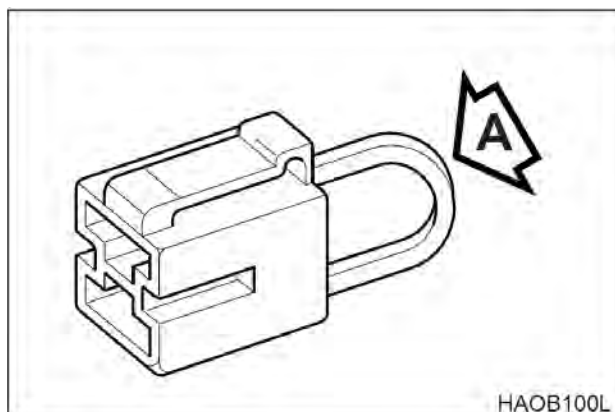

Рис. 82
Если двигатель не заводится, следует сначала убедиться, что стартер находится во включенном положении (ON) и в наличии питание (при отсутствии никаких индикаторов не горят). Убедиться, что часть А (рис. 82) плавкого соединения не повреждена и не перегорела. Заменить плавкое соединение в случае повреждения и выяснить причину.